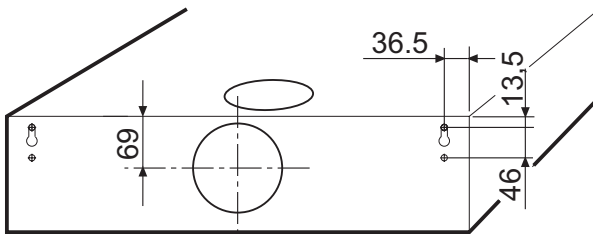

Fig. 7 - Abb. 7 - Obr. 7
- La campana se enganchara por los puntos **H**, ajustando los tornillos y desde el interior del aparato se ajustara el tornillo 5x45 en **I** (Fig. 7).